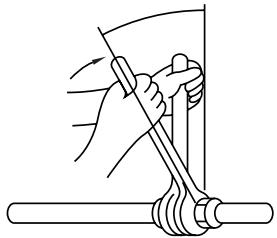

Fig. 5-10
- Appliquer une fine couche d'huile de réfrigérant sur la surface du siège de conduite. (Fig. 5-10)